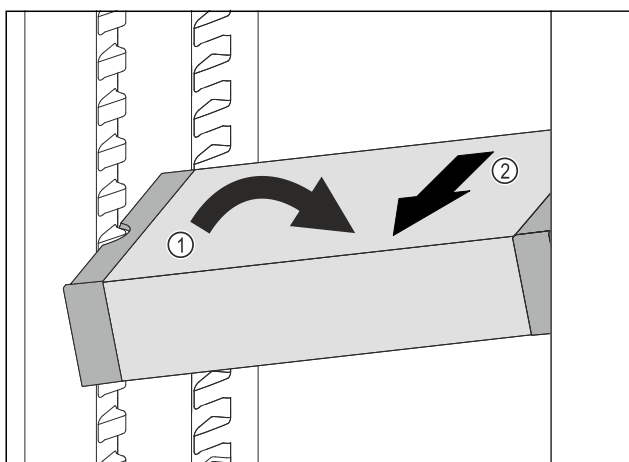

Fig. 119
- Predal VarioSafe postavite v hladilniku postrani. Fig. 119 (1)
- Predal VarioSafe izvlecite v smeri naprej. Fig. 119 (2)